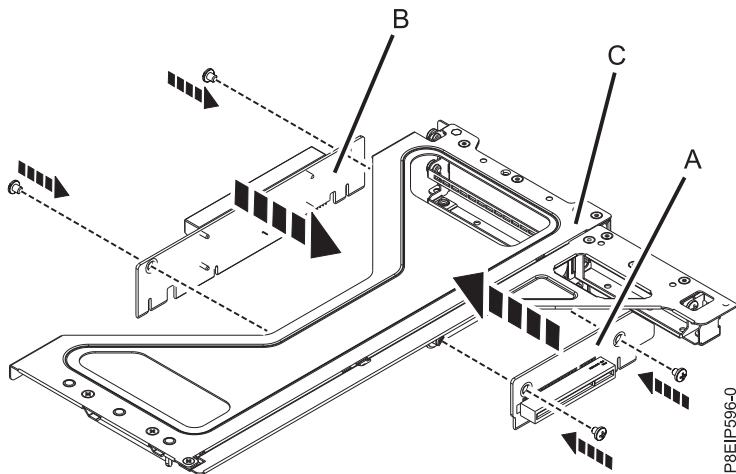

Figure 41. Remplacement des cartes mezzanine PCIe dans le compartiment de carte
5. Si vous avez besoin de remplacer les cartes mezzanine des positions 3 (A), 4 ou 5 (B), remettez en place les vis qui fixent la carte mezzanine PCIe au compartiment (C) comme illustré dans la figure 41, à la page 40.